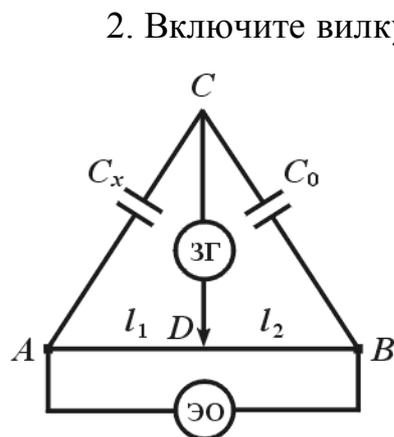

Рис. 3.30
Описание установки. Для определения емкости конденсатора собирается схема, приведенная на рис. 3.30. Источником переменного напряжения служит звуковой генератор $ЗГ$, а в качестве индикатора нуля используется электронный осциллограф $ЭО$. Исследуемый и эталонный конденсаторы укреплены на панели, которая использовалась ранее. При произвольном положении подвижного контакта D реохорда потенциалы точек A и B не совпадают, и на вертикальный вход осциллографа подается переменное напряжение. На экране осциллографа видна светлая вертикальная линия. Размер ее зависит от положения ручки осциллографа «Усиление Y » и величины выходного напряжения звукового генератора. При равновесии моста вертикальная линия на экране превращается в точку.
1. Соберите схему согласно рис. 3.30, включите в качестве исследуемого конденсатор C_{x1} .